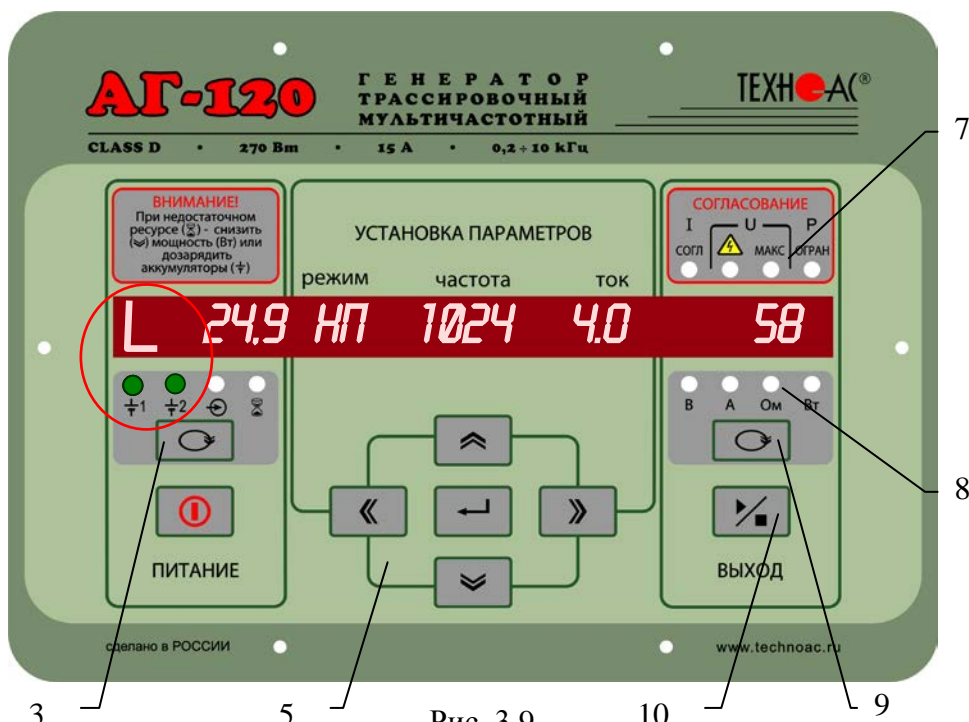

Рис. 3.9
Для изменения установленных параметров, следует остановить генерацию кнопкой «↻» поз.10 рис.3.9 на поле «ВЫХОД» одним или двумя нажатиями и перейти к установке параметров. Первое нажатие кнопки «↻» поз.10 приведет к остановке процесса автоматического согласования на достигнутом уровне (показания индикатора «замрут», нет генерации, желтые светодиоды на поле «ВЫХОД» не светятся), второе нажатие кнопки «↻» приведет к прекращению генерации (индикатор погаснет).
1) Индикация на поле «ПИТАНИЕ» рис.3.9.